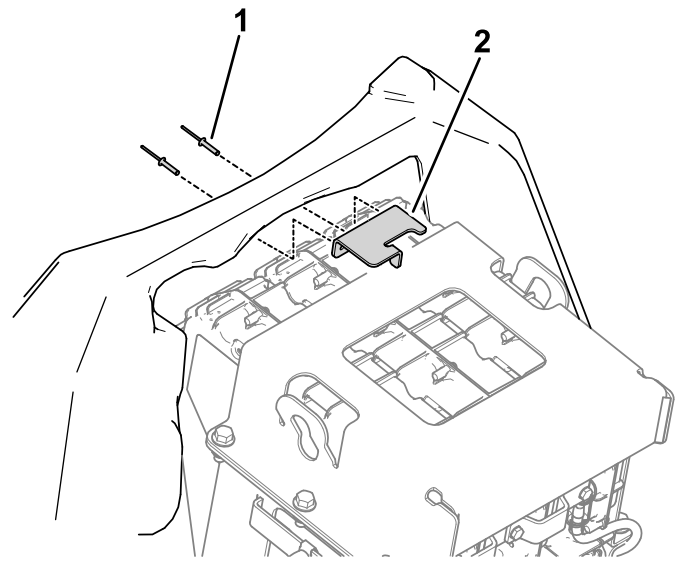

Figur 52
3. Bruk låsemutteren, avstandsstykket og låseplaten til å feste låsen til panseret (Figur 52).